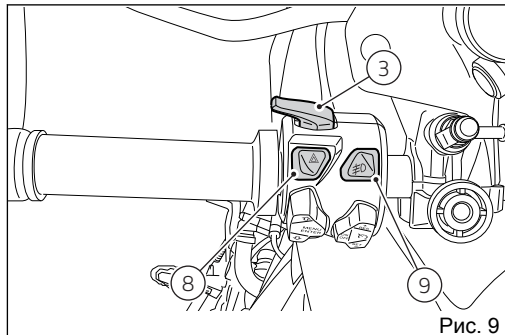

Рис. 9
3) КНОПКА МОРГАНИЯ ДАЛЬНИМ СВЕТОМ (Рис. 9)